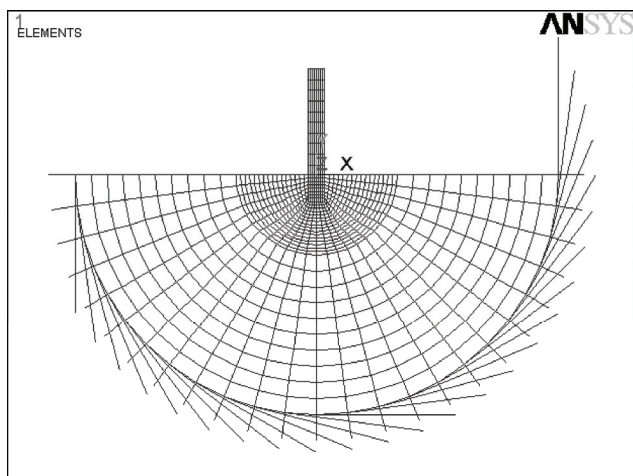

图 5-161 生成的有限元模型结果显示
28) 选择 Utility Menu | Plot | Element 命令，ANSYS 显示窗口显示生成的有限元模型，如图 5-161 所示。